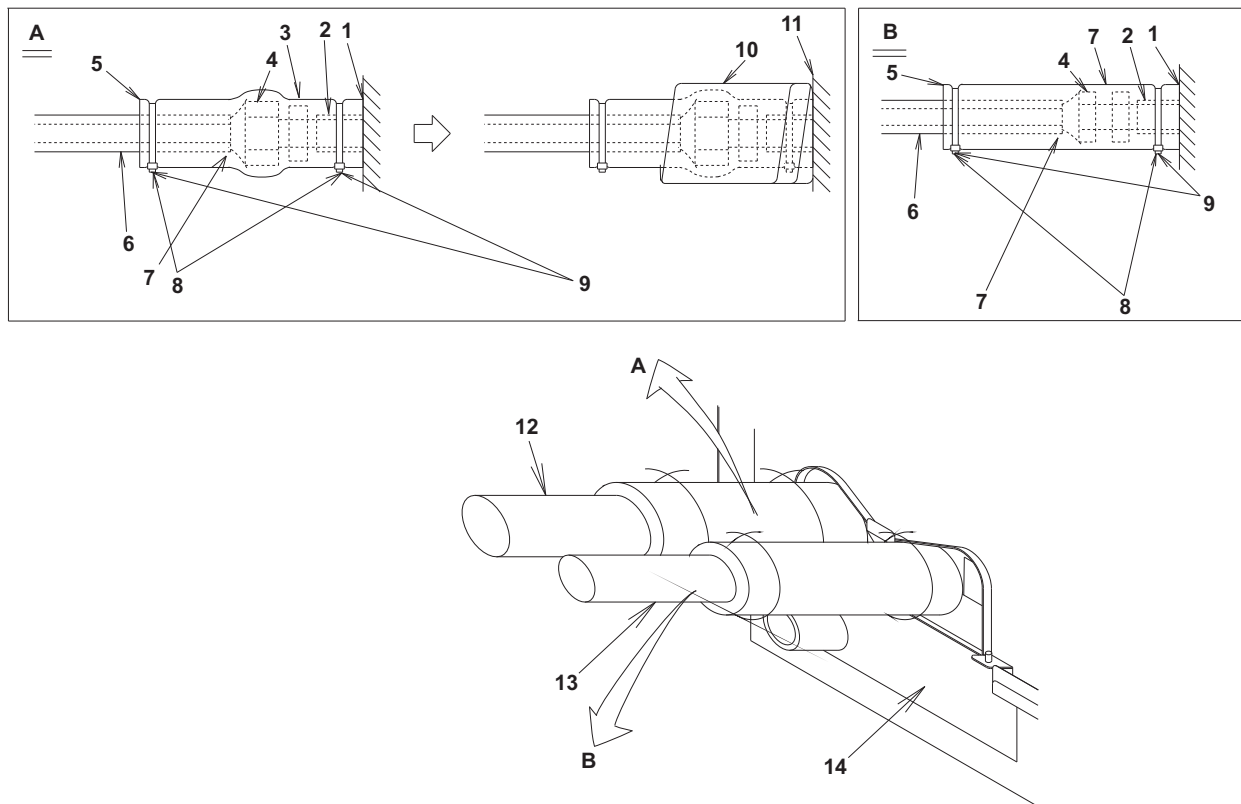

Bild 15
- Efter läckagetestning, se **bild 15**, och isolera både gas- och vätskerörkoppling med medföljande skarvisoleringsmaterial (6) och (7) för att förhindra att rören blir exponerade. Fäst båda ändarna av isoleringsmaterialet med klämman (4).
- Dra åt tätningsmaterialet (litet) (9) kring skarvisoleringsmaterialet (6) (kragmutterdelen), endast på gasrörsidan.
- Var noga med att placera sömmen på skarvisoleringsmaterialet (6) och (7) uppåt.